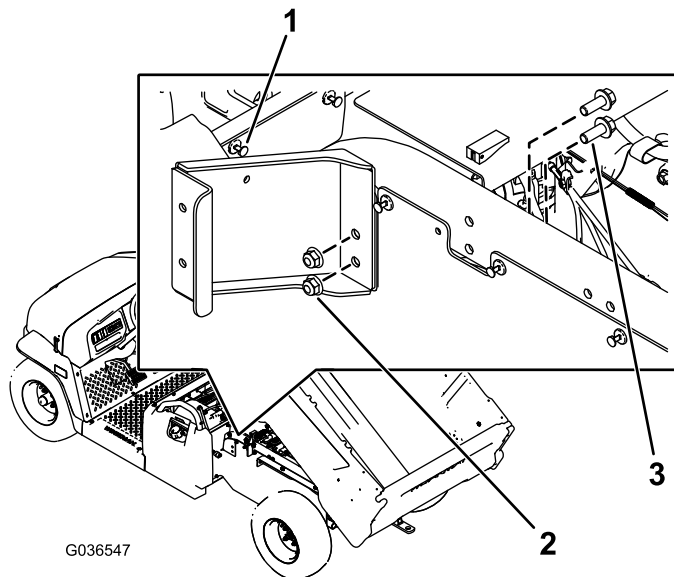

Figura 1
- A. Retire o rebite do painel esquerdo por trás da base do banco traseiro (Figura 1).
- B. Instale o suporte com volta esquerdo utilizando 2 parafusos flangeados hexagonais (3/8" x 1") e duas porcas (3/8") como se mostra na Figura 1.